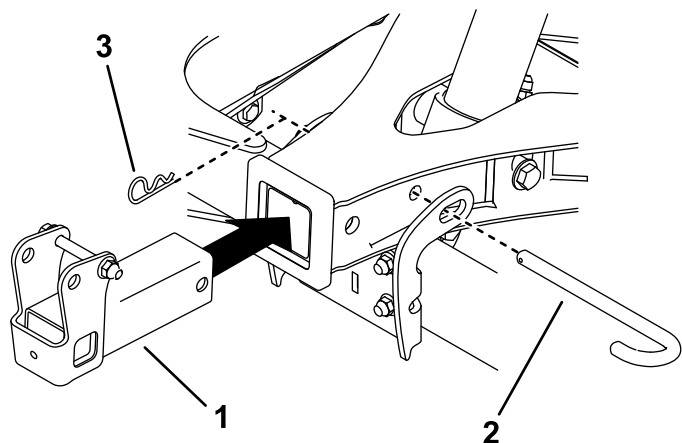

Figura 14
11. Retire el pasador de enganche y la chaveta del bastidor en A y utilícelos para instalar el receptor de enganche (Figura 14). Asegúrese de que el pasador sujete el bastidor en A firmemente al tubo transversal.